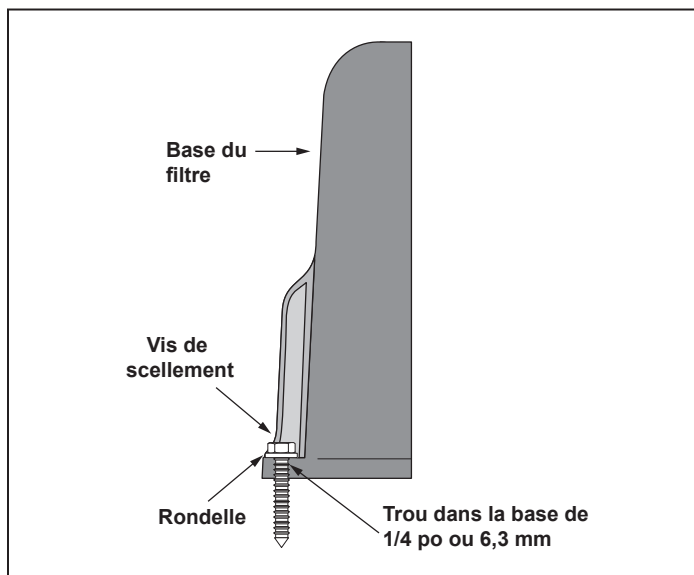

Figure 3. Installer les vis à béton
1. Après avoir placé le filtre, percer un trou de pour chacun des quatre (4) trous à la base du filtre. (La taille de la mèche à béton à utiliser doit vous être communiquée lors de l'achat des vis à béton). Les vis à béton doivent répondre à toutes les exigences applicables du code de construction.
2. Installer les vis et les rondelles pour fixer le filtre sur le socle de l'équipement. Voir la figure 3. Ne pas trop serrer les vis.